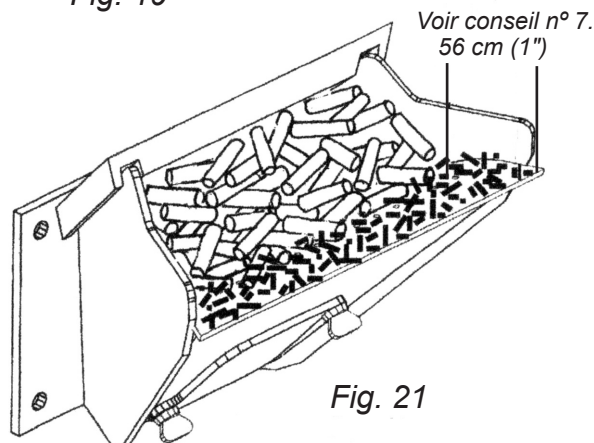

Fig. 21
7. Réglez le bouton de réglage de l'alimentation de façon à obtenir une combustion maximale : Avec le bouton de réglage de l'allumeur sur AUTO, placez le sélecteur de mode sur « Stove Temp » et mettez le ventilateur sur H. Mettez le bouton de réglage de la température sur 7. Laissez le poêle fonctionner environ 30 minutes, puis vérifiez les cendres à l'avant du pot de combustion (figure 21). Si le lit de cendres est supérieur à 2,5 cm (1"), augmentez le réglage de l'alimentation de 3 à 4. Laissez brûler 30 nouvelles minutes et vérifiez de nouveau. Si vous n'arrivez pas à obtenir un lit de cendres de moins de 2,5 cm (1") au réglage n° 6, ce n'est pas un problème. Le lit de cendres de 2,5 cm (1") est seulement obtenu avec un taux de combustion maximal, et avec la plupart des réglages normaux, vous obtiendrez un lit plus épais.